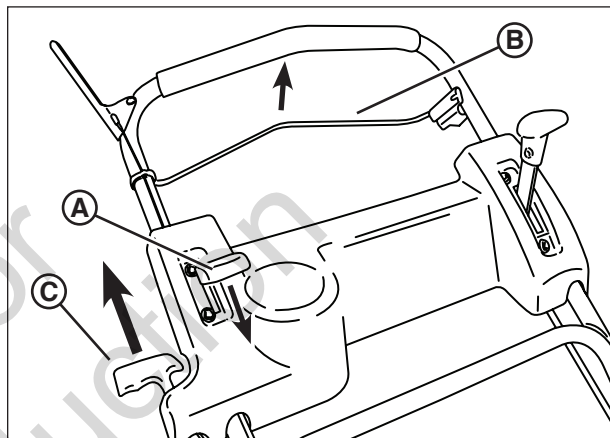

Figure 3: Démarrer la tondeuse
1. Déplacez la commande de régime du moteur (**A**, **Figure 3**) à la position rapide (lapin).